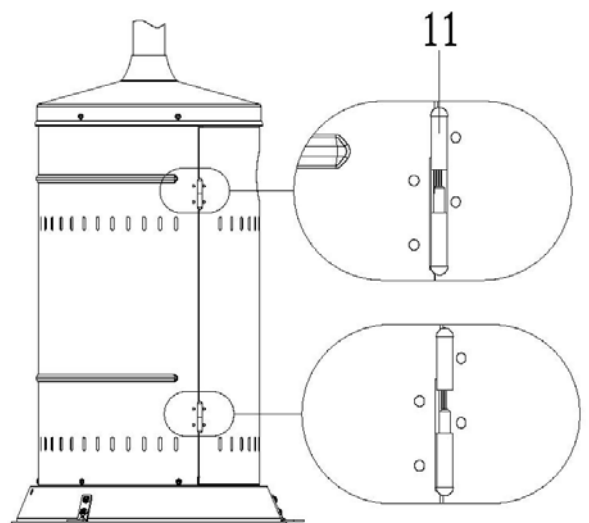

Abb.2
**SCHRITT 6:** Tür am Gehäuse anbringen. (Siehe Abb. 2 und Abb. F)